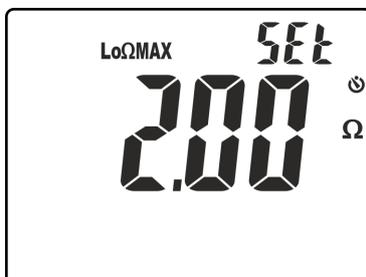

Fig. 26: Configuração do patamar limite na medição da continuidade
4. Premir os botões **▼/☼** ou **▲/ZERO** para selecionar o valor compreendido no intervalo: **0.05 Ω ÷ 9.99 Ω** (ver Fig. 26)
4. Premir os botões **▼/☼** ou **▲/ZERO** para selecionar o valor no intervalo: **0.05Ω ÷ 9.99Ω** (ver Fig. 26)